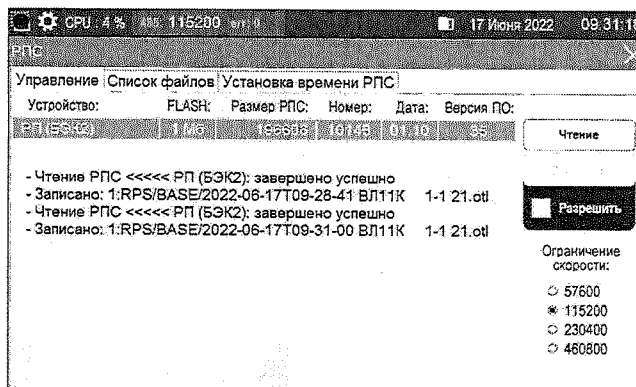

Рисунок 28
1.5.10.1 Во вкладке «Управление» (рисунок 28) выводится информация о наличии записей РПС на всех подключенных устройствах, выполняющих регистрацию. Для чтения нужного РПС выбрать строку с устройством и нажать кнопку «Чтение» будет произведено чтение данных из накопителя USB выбранного регистратора в файл на внутреннем носителе ПД2-САУТ. Для стирания памяти нужного РПС нажать кнопку «Стирание», предварительно установив галочку «Разрешить».